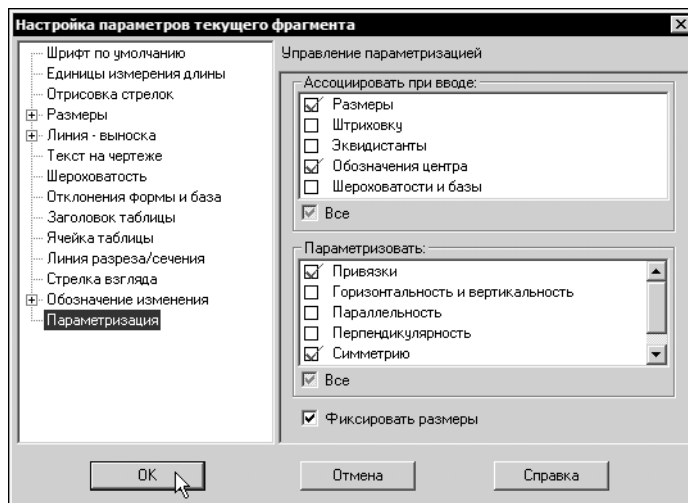

Рис. 62.24. Настройка параметризации
- ▼параметризацию привязок и симметрии (рис. 62.24).